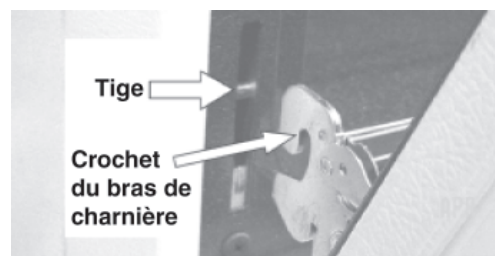

Fig. 4
5. Lorsque la porte est à la position d'arrêt pour gril, soulevez les bras des charnières sur les tiges situées de chaque côté du cadre du four (fig. 4).
2. En tenant la porte dans le même angle que pour le retrait, assoyez le crochet du bras de charnière sur les tiges situées de chaque côté du cadre de la porte (fig. 4). Le crochet des bras de charnière doit être bien assis sur les tiges.